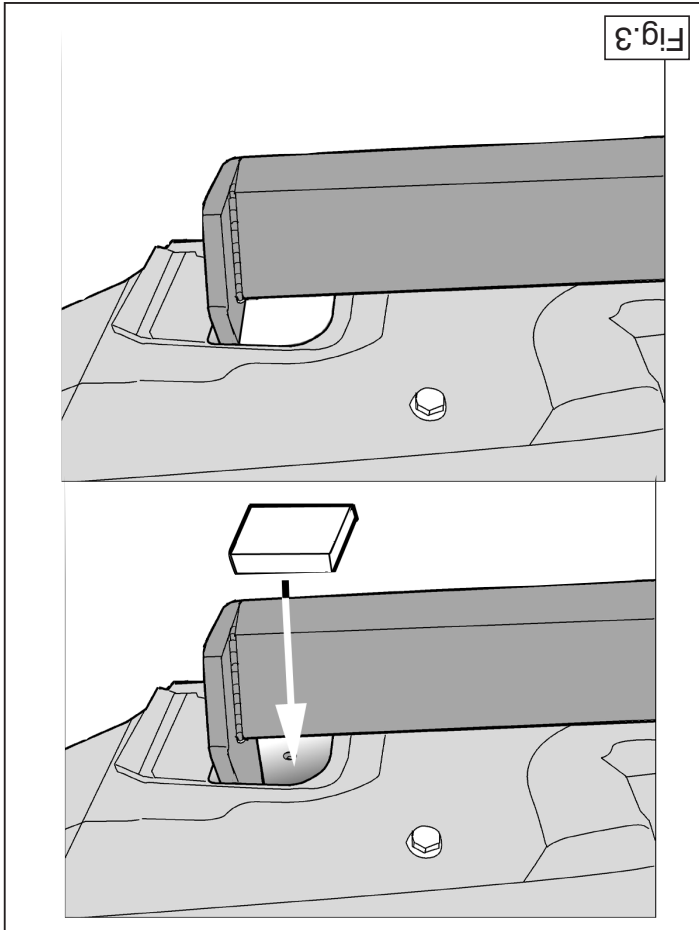

Fig.3
6. Plaats de twee PE schuimblokken als afdichting in de chassisbalken (zie fig. 3).
6. Place the two PE foam blocks as sealing on the chassis members (see fig. 3).
6. Die beiden PE-Schaumblöcke als Abdichtung im Fahrgestellträger anbringen (siehe Fig. 3).
6. De två PE-skumblocken placeras som tätning i chassibalkarna (se fig. 3).